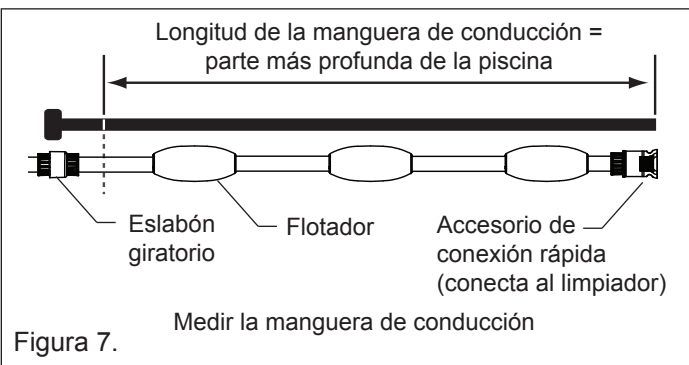

Figura 7.
2. Si la profundidad de la piscina es menor a 10 pies [3 metros], desconecte la manguera de plomo gris claro suave sección primera etiqueta con eslabón giratorio. Corte la manguera de conducción de manera tal que la longitud sea igual a la parte más profunda de la piscina. Véase **Figura 7**.